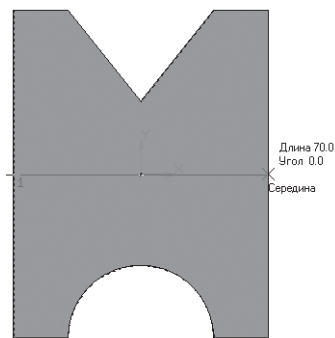

Рис. 407
- с помощью отрезка и глобальной привязки **Середина** постройте линию сгиба (рис. 407);